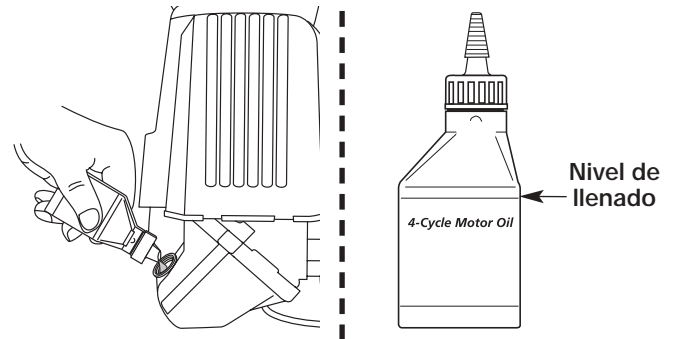

Figure 43
**NOTA:** Use la botella y la boquilla que guardó del uso inicial para medir la cantidad correcta. El nivel de 3.4 onzas (100 ml.) está aproximadamente en la parte superior de la etiqueta de la botella (Fig. 43). Mida el nivel con la varilla de medición. Si el nivel está bajo, agregue una pequeña cantidad de aceite y vuelva a medir (Fig. 43). No lo llene demasiado.